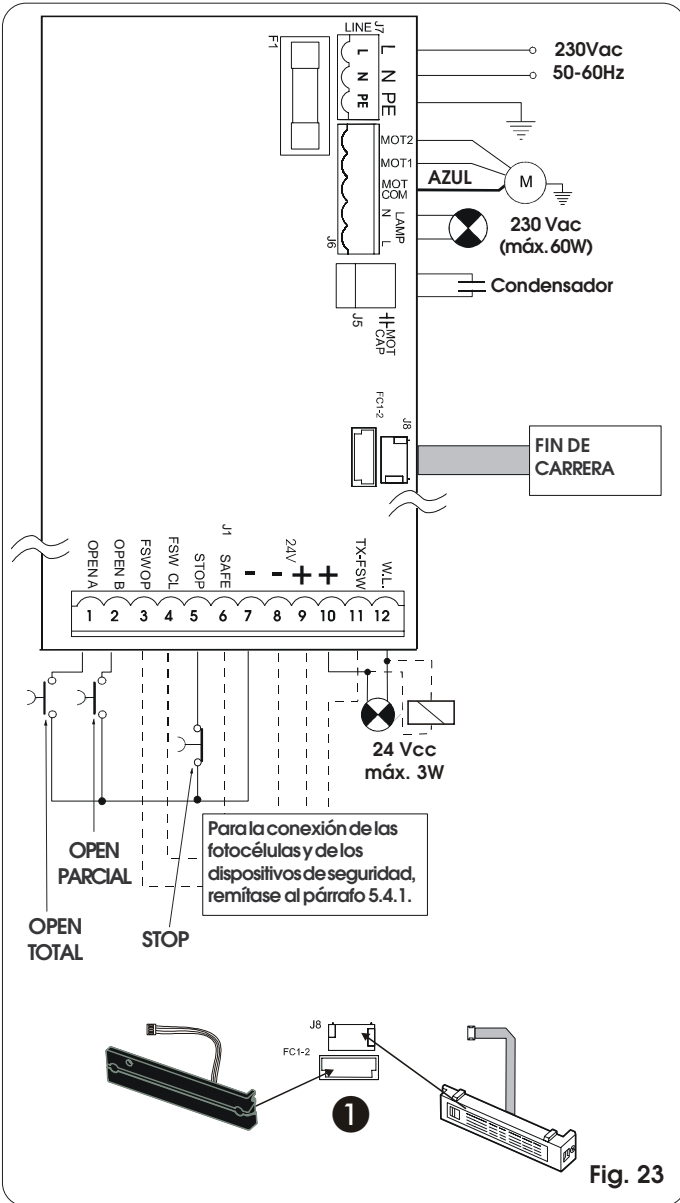

Fig. 23
**5.4.2. Regleta de bornes J7 - Alimentación (fig. 23)**
**5.4.3. Regleta de bornes J6 - Motores y destellador (fig. 23)**
**5.4.4. Regleta de bornes J1 - Accesorios (fig. 23)**
Conector de acoplamiento rápido para la conexión del fin de carrera. Permite conectar al equipo tanto el fin de carrera MLS como el inductivo (fig. 23 ref. 1).